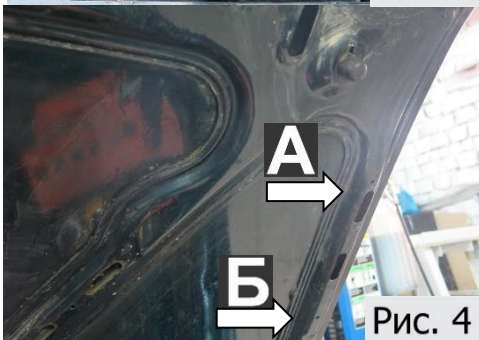

Рис. 4
4. При наличии штатной шумоизоляции демонтировать пластиковые пистоны А и Б. (рис.4).
6. При наличии шумоизоляции. Вырезать фрагмент шумоизоляции под посадочные места кронштейна капота. Установить пластиковые пистоны в отв. А и Б (рис.4).